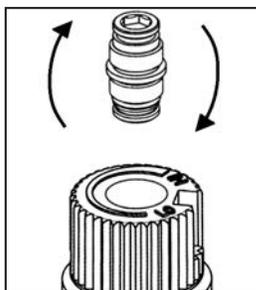

Figure 17: Flip Valve Vis
- c) Retourner la vis et la réinsérer avec le joint torique rouge tourné vers l'extérieur (voir Figure 17).